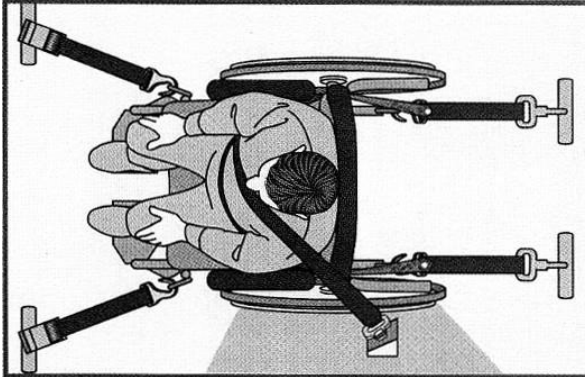

Abbildung 25
- Für den Rollstuhl können Kraftknotenelemente benutzt werden, d. h. der Rollstuhl wird im Kraftfahrzeug, wie in Abbildung 25 gezeigt, an vier Punkten (zwei vordere, zwei hintere) befestigt